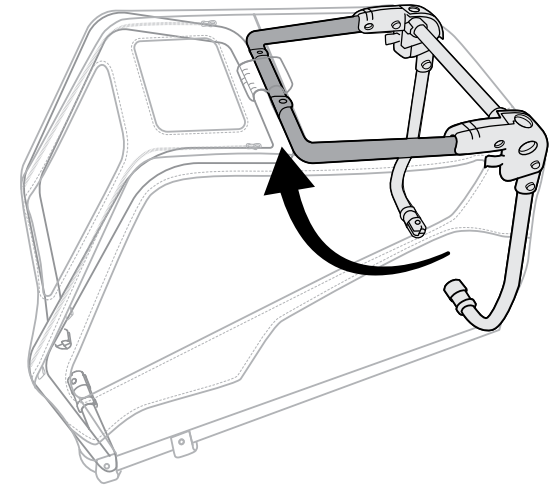
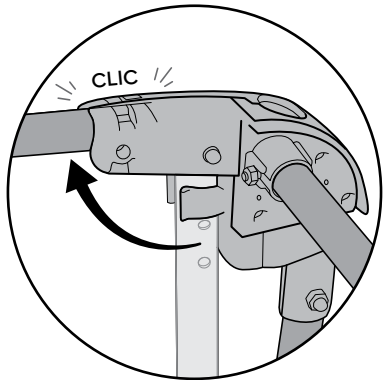

Figura 3
Figura 4
3. Despliegue el tubo del cuadro intermedio hacia arriba (Figura 3) hasta que los botones del cuadro encajen totalmente (Figura 4).